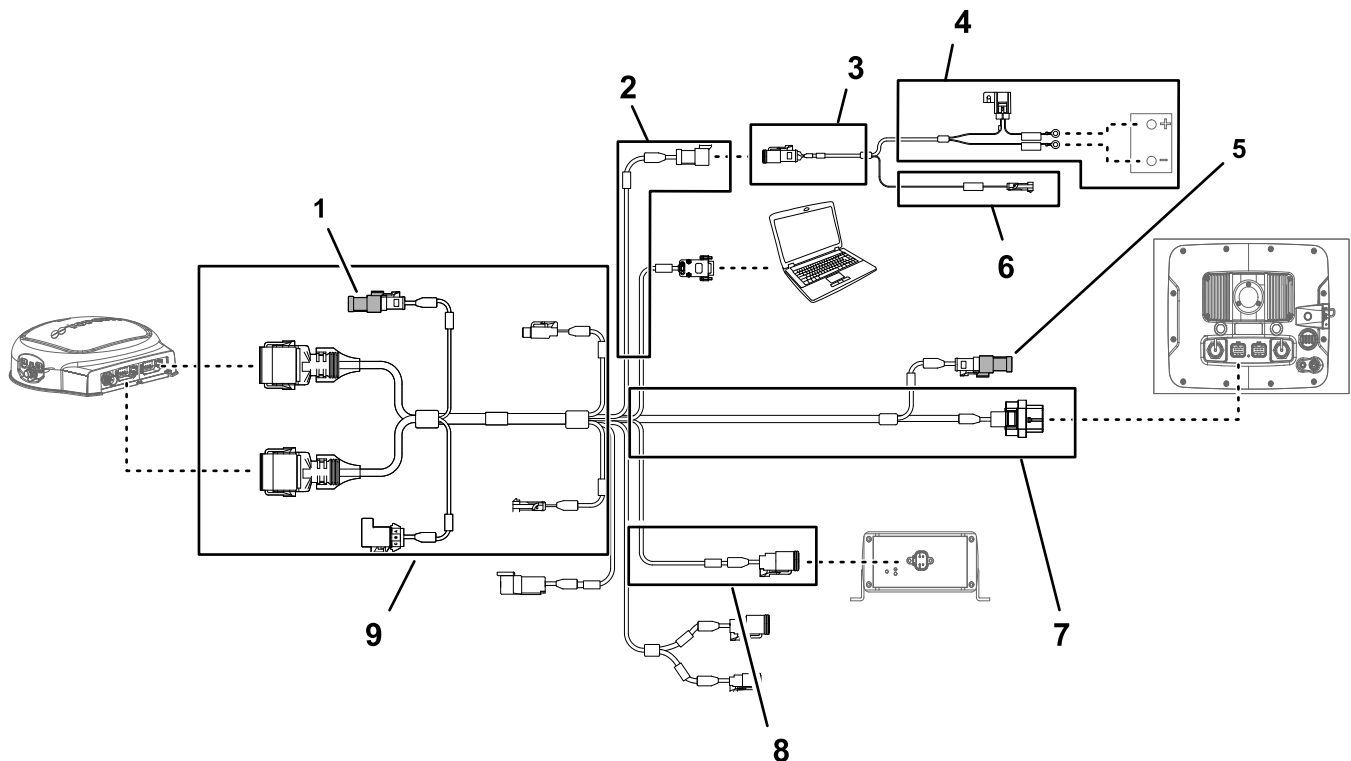
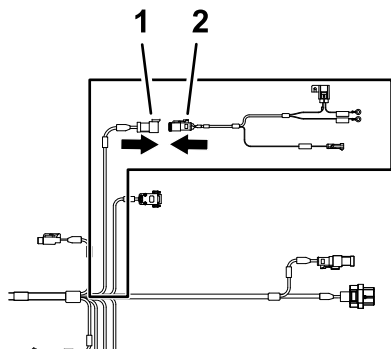

Bild 162
Bild 163
1. Stecken Sie den Abschlusswiderstand, falls nicht installiert, in den elektrischen Anschluss an den 390 cm langen Datenkabelbaum für den Navigationsempfänger (Bild 162).
2. Stecken Sie den Abschlusswiderstand, falls nicht installiert, in den elektrischen Anschluss am 220 cm langen Datenkabelbaum für den Sprühmonitor (Bild 162).
3. Stecken Sie den 3-Buchsen-Stecker (elektrische Stromschnittstelle) des elektrischen Navigationskabelbaums in den 3-Stift-Stecker (elektrische Stromschnittstelle) des Datenkabelbaums (Bild 162 und Bild 163).